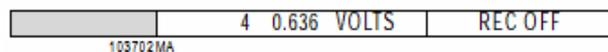

Рис. 3-5 Строка состояния с индикацией канала
1. Индикация канала - Строка состояния выдает мгновенные величины канала в формате "Номер канала XX - величина - единица" (см. рис. 3-5).